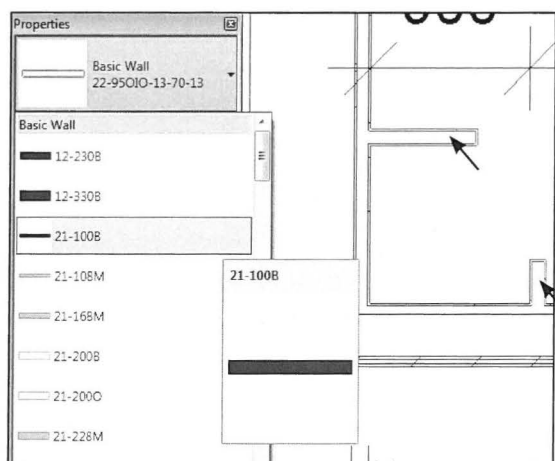

Fig. 05.65. Udskift en væg til en anden type
Når man får et højere detaljeringsniveau, kan man se, at brusenischevæggene (Fig. 05.65), er opbygget med den samme vægtype som de andre indervægge. Dette skal vi have ændret.
- Når begge vægge er markeret, gå der- efter over i *Properties* (Fig. 05.65).
Ønskes alle vægge af samme type markeret, kan man højreklikke på en væg, vælge *Select All Instance - Visible in View* eller *In Entire Project* (Fig. 05.65). Så vælges alle vægtyper af samme type. Dette kan gøres med alle konstruktioner i projektet.